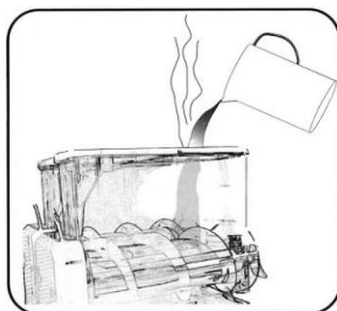

Fig. 17
2. Remplir le réservoir d'eau tiède et le vider à travers le robinet de vidange (fig. 17, 18).